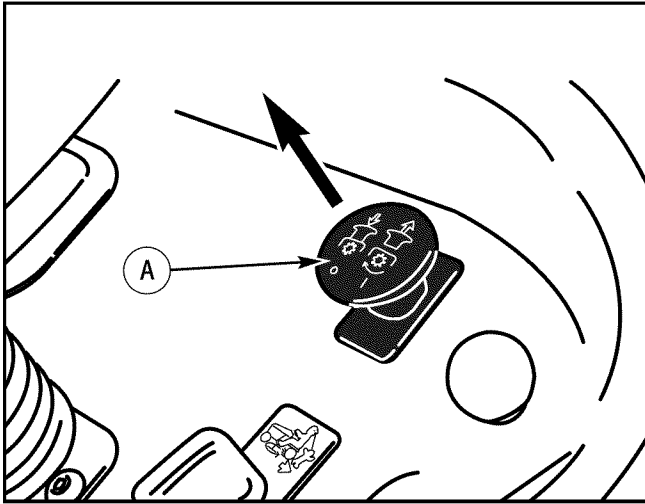

Figura 10: Interruptor PTO
El **interruptor PTO** se encuentra arriba y a la derecha del volante (Figura 10). Utilice el **interruptor PTO** para acoplar las cuchillas.
2. Cuando se desplace por una acera o camino, mueva la palanca de la plataforma de elevación hacia la posición más alta y desacople las cuchillas (Figura 10).